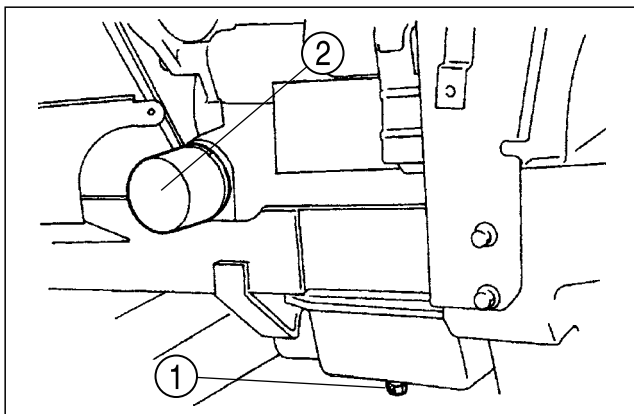

FIG. 5-15
FIG. 5-15 : Pour changer l'huile moteur – Faites fonctionner le tracteur jusqu'à ce que l'huile soit réchauffée de manière adéquate. Enlevez le bouchon de vidange (1), du moteur pour permettre la vidange de toute l'huile. Remettez en place le bouchon de vidange et remplissez le carter moteur jusqu'à la limite supérieure de la jauge.